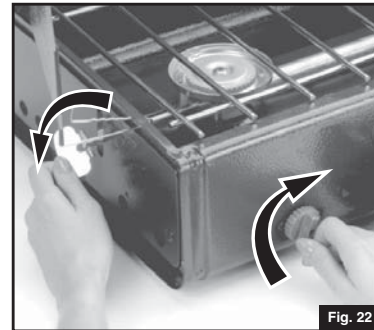

Fig. 22
- Abra la VÁLVULA AUXILIAR y gire la PERILLA DE ENCENDIDO hasta que encienda el quemador. (Fig. 22)
- Open AUXILIARY VALVE and rotate IGNITOR KNOB until burner lights. (Fig. 22)